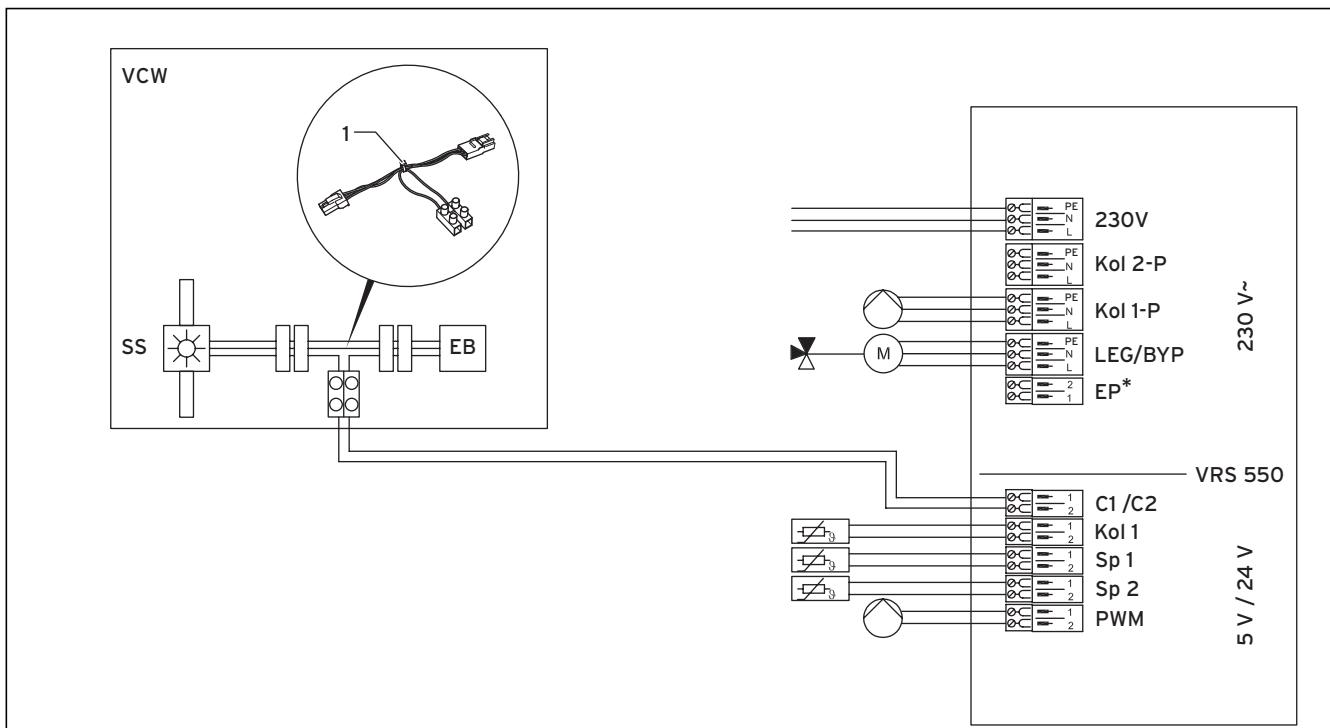

Abb. 5.9 Anschlussplan für Hydraulikplan 1
In Kombination mit Vaillant Kombigeräten VMW muss über den C1/C2-Kontakt des Reglers dem Heizgerät ein Befehl übergeben werden, dass die Temperatur im Solarspeicher ausreichend ist und eine Nacherwärmung über das Heizgerät nicht erforderlich ist. Trennen Sie dazu im Heizgerät die Steckerverbindung zwischen dem Störmungsmesser (SS) und der Elektronikbox (EB) auf und stellen Sie die Verbindung durch den mitgelieferten Adapter (Abb. 5.9) wieder her. Verlängern Sie das Adapter-Kabel bis zur Regelung des auroSTEP plus-Systemes wie in Abb. 5.9 gezeigt und schließen Sie es am C1/C2-Kontakt an.